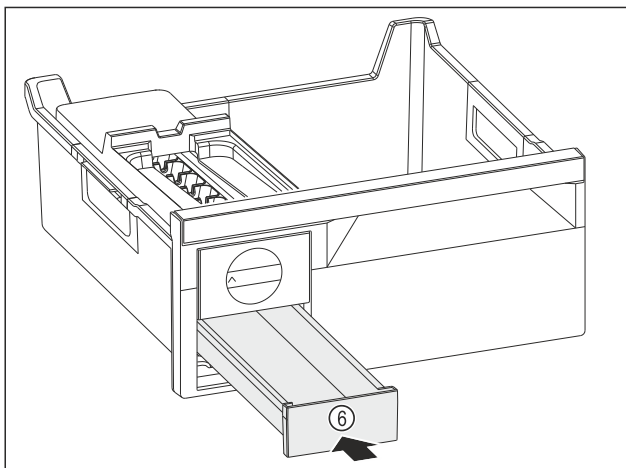

Fig. 122
- ▶ Työnnä jääkuutiolokero Fig. 122 (6) sisään.